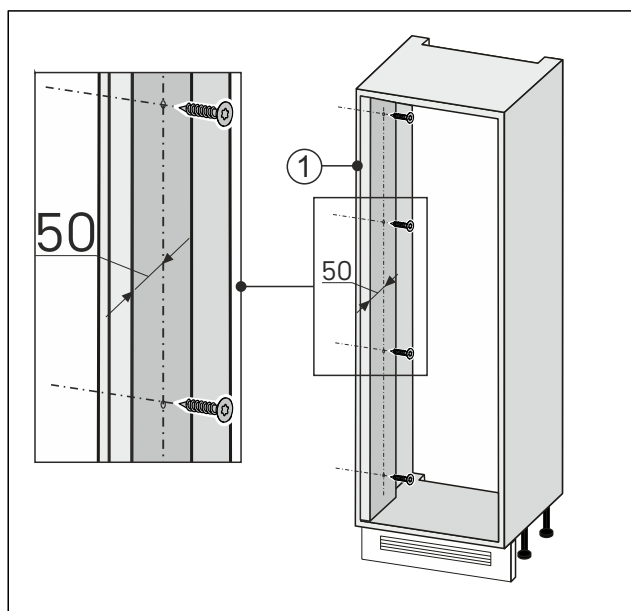

Fig. 90
- Avvitare l'elemento di compensazione a parete alla nicchia del mobile sul lato di apertura della porta Fig. 90 (1).